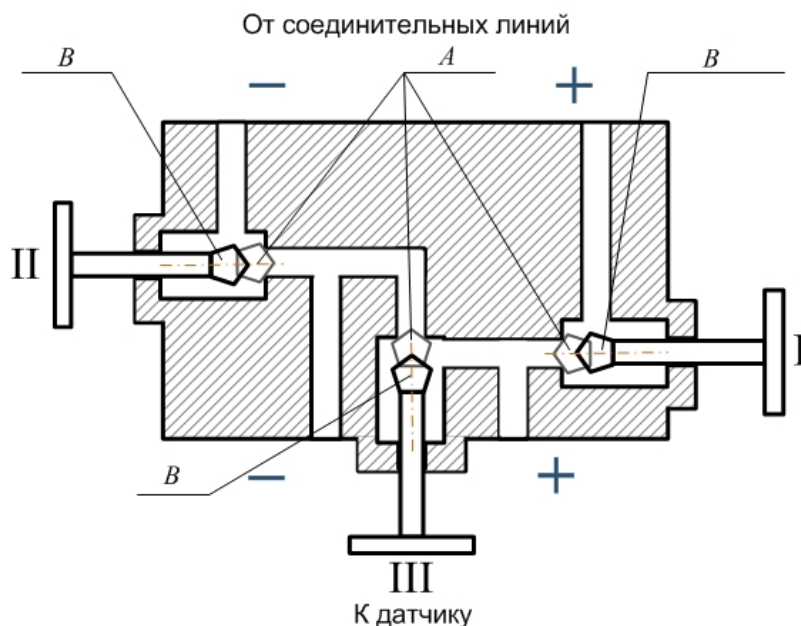

Рисунок 2 — Схема клапанного блока
2.3.21 Для исключения случаев возникновения односторонних перегрузок в процессе эксплуатации преобразователей разности давлений необходимо строго соблюдать определенную последовательность операций при включении преобразователя давления в работу при использовании клапанного блока (рисунок 2):